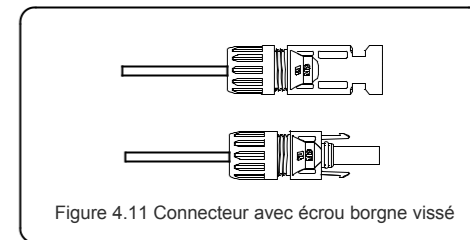

Figure 4.11 Connecteur avec écrou borgne vissé
4. Insérez la broche de contact dans la partie supérieure du connecteur et vissez l'écrou borgne dans la partie supérieure du connecteur (voir figure 4.11).